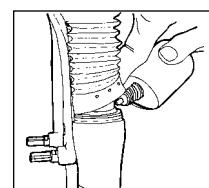

Fig. 3
1. Sollevare i parapolvere della forcella dai tubi inferiori. Pulire le superfici esterne e l'area della guarnizione Resi-wiper e del tubo superiore. Applicare da due a tre gocce di olio addizionato al teflon all'altezza della guarnizione Resi-wiper dei tubi superiori. Vedere Fig. 3.